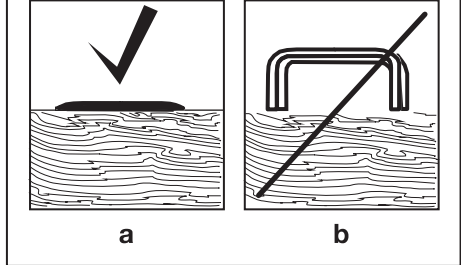

Fig. 5 Leg spijkers aan de linkerkant van het kanaal met punten naar boven
5. Per i chiodi a testa piatta, assicurarsi che le teste loro siano rivolte verso il basso. Per i chiodi a spillo, assicurarsi che l'estremità piatta sia rivolta verso il basso e la punta affilata verso l'alto. Chiudere il cursore, assicurandosi che il fermo sia inserito. (Fig. 5).